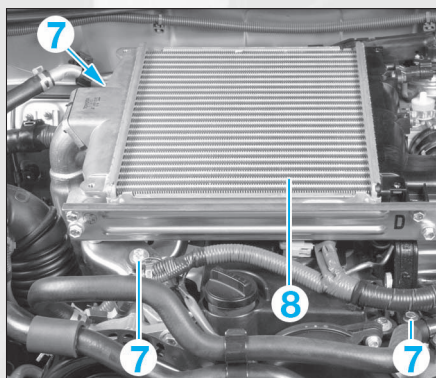

FIG. 71
- Déposer les 3 vis de fixation (7) puis l'échangeur air-air (8) (fig. 71).